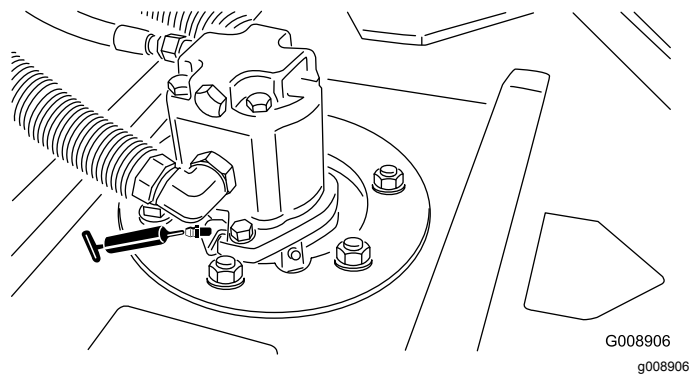

Рисунок 42
- Подшипники шпинделя режущего блока (по 2 шт. на режущий блок) (Рисунок 42)